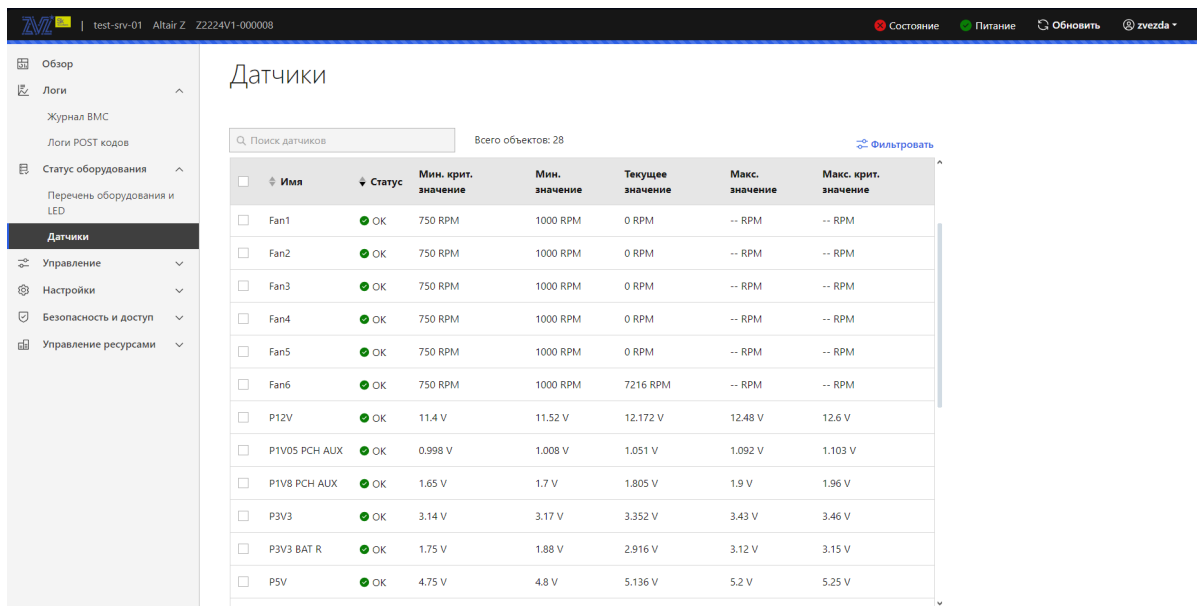

Рис. 76. Окно «Датчики»
5) Пройдите во вкладку «Статус оборудования» → «Датчики» в данной вкладке отображены всех датчиков установленных в сервер. В поле «Поиск датчиков» производится поиск датчиков. Окно показано на рис. 76 Окно «Датчики»